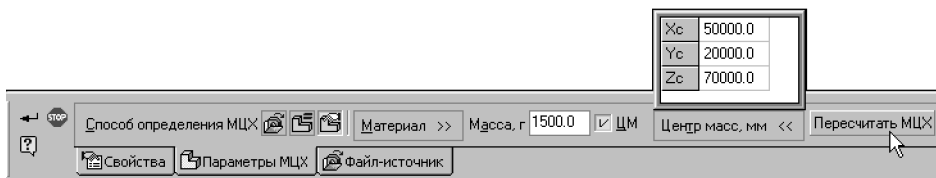

Рис. 108.2. Задание массы и центра масс компонента
- ▼ Вы можете задать ручную массу компонента, а при необходимости — и координаты его центра масс. Для этого активизируйте переключатель **Расчет по массе** (рис. 108.2). Введите значение массы в поле **Масса**. Если требуется изменить координаты центра масс компонента, включите опцию **ЦМ**. Станет доступна панель **Центр масс**. Введите координаты центра масс компонента в его системе координат.